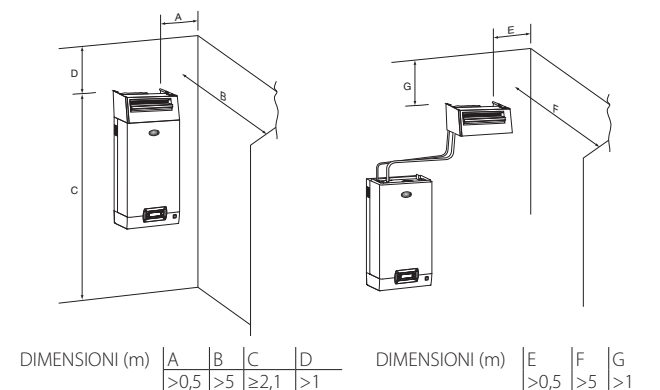

Fig. 3.c
2. le support de fixation en forme de "L" (voir détail 1 Fig. 3.c) est livré avec les distributeurs de vapeur modèles allant du DP085* au DP025*. Pour des longueurs inférieures, le support peut être fourni en option (code 18C478A088).
Attention: Pour obtenir une diffusion correcte de vapeur, respecter les distances indiquées sur la fig. 3.c.